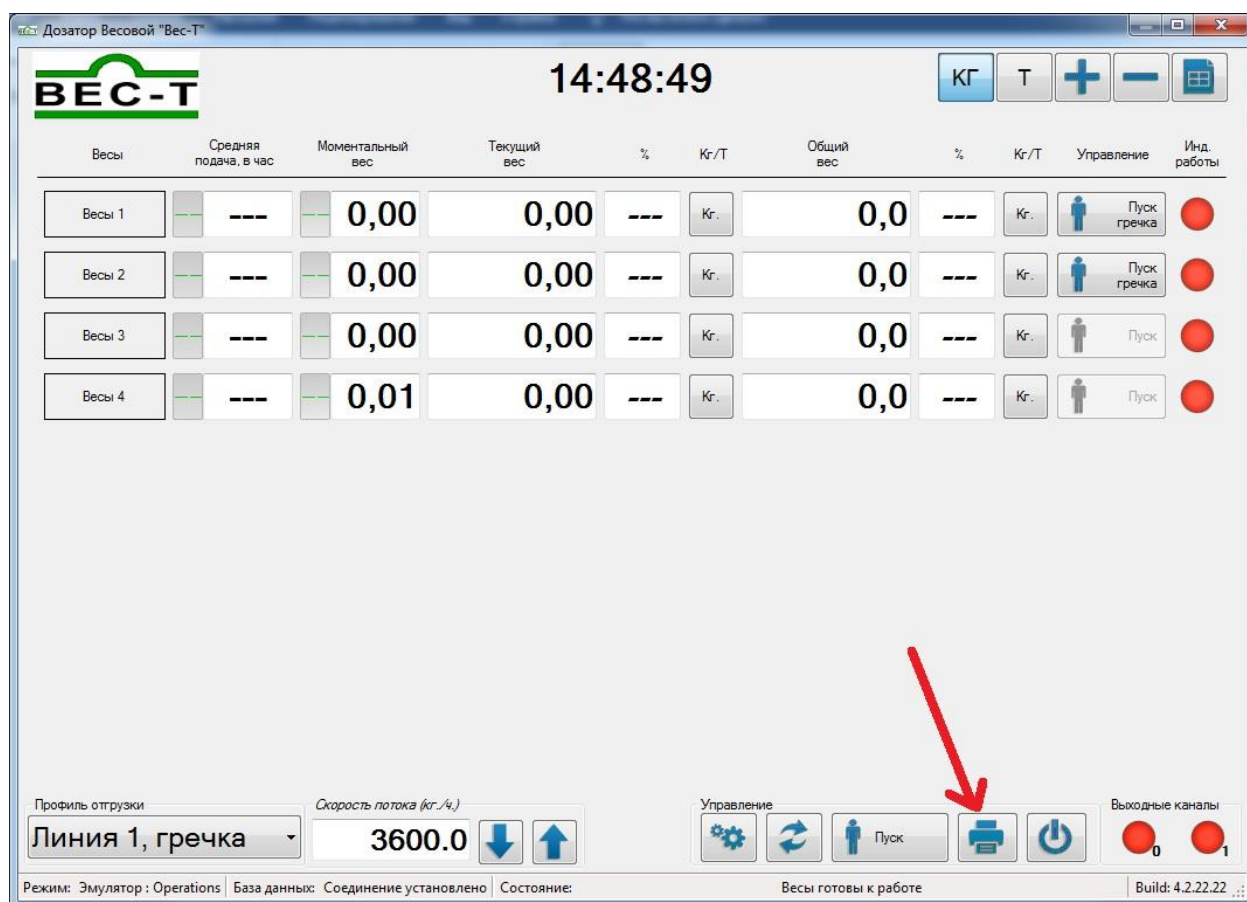

Рисунок 4.4 Распечатка отчёта
4.3.1 Находясь в основном рабочем экране нажмите пиктограмму «Распечатать отчет», как указано на Рис. 4.4.